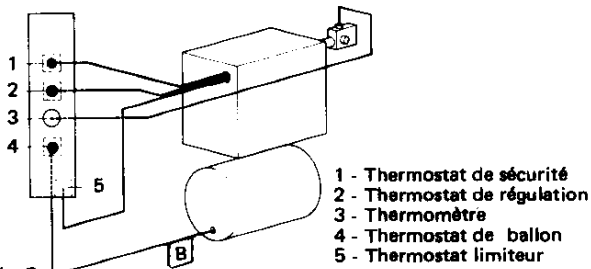

Fig. 5
- passer le câble flexible brûleur dans l'orifice inférieur de la façade. Placer les 3 bulbes des thermostats (fig. 5, réf. 1 - 2 et 5) avec le ressort de positionnement des bulbes dans le doigt de gant monté en façade de la chaudière. Encliqueter la façade supérieure sur les côtés, ● fixer la plaque brûleur
- placer les bulbes thermomètre (3) et thermostat de ballon (4) dans leur doigt de gant respectif. Le bulbe du thermostat de ballon dont le capillaire est repéré (B) doit être passé à l'intérieur du châssis pour venir se loger dans le fond du doigt de gant situé à l'avant du ballon. Poser le clips de blocage du capillaire.